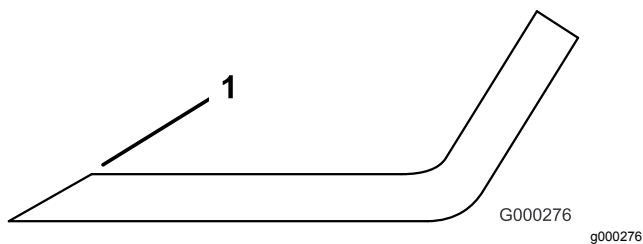

Figura 92
3. Inspeção das extremidades de corte de todas as lâminas e afie-as se apresentarem sinais de desgaste ou ranhuras (Figura 92).
Nota: Afie apenas a zona superior da parte cortante e mantenha o ângulo de corte original para garantir um desempenho eficaz da lâmina (Figura 92). A lâmina manterá o equilíbrio se for retirada a mesma quantidade de metal de ambas as extremidades de corte.